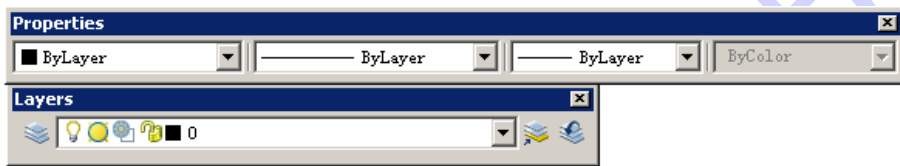

图 7-24 Object Properties 工具栏
用户也许发现，在 AutoCAD 2004 的绘图屏幕的 Properties 工具栏（如图 7-24 所示）上也有有关图层方面的信息。用户可以通过这些信息的有关图标重新设置图层的相关属性。
(1) 。用户可以通过单击图 7-24 所示的 Make Object's Layer Current 图标 来将所选取的对象所在的图层指定为当前图层。具体的操作过程是：首先单击右图所示的 Make Object's Layer Current 图标 ，然后选取实体对象即可将指定对象所在层变为当前层。